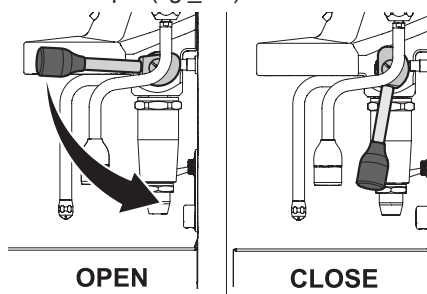

fig. 5.6
- Abbassare completamente la leva di erogazione caffè per arrestare il flusso dell'acqua (fig. 5.6).